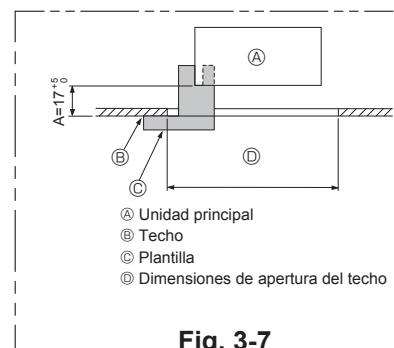

Fig. 3-7
- Asegúrese de que el paso A se realiza en 17-22 mm. Si no se respeta este margen, podrían producirse graves daños. (Fig. 3-7)